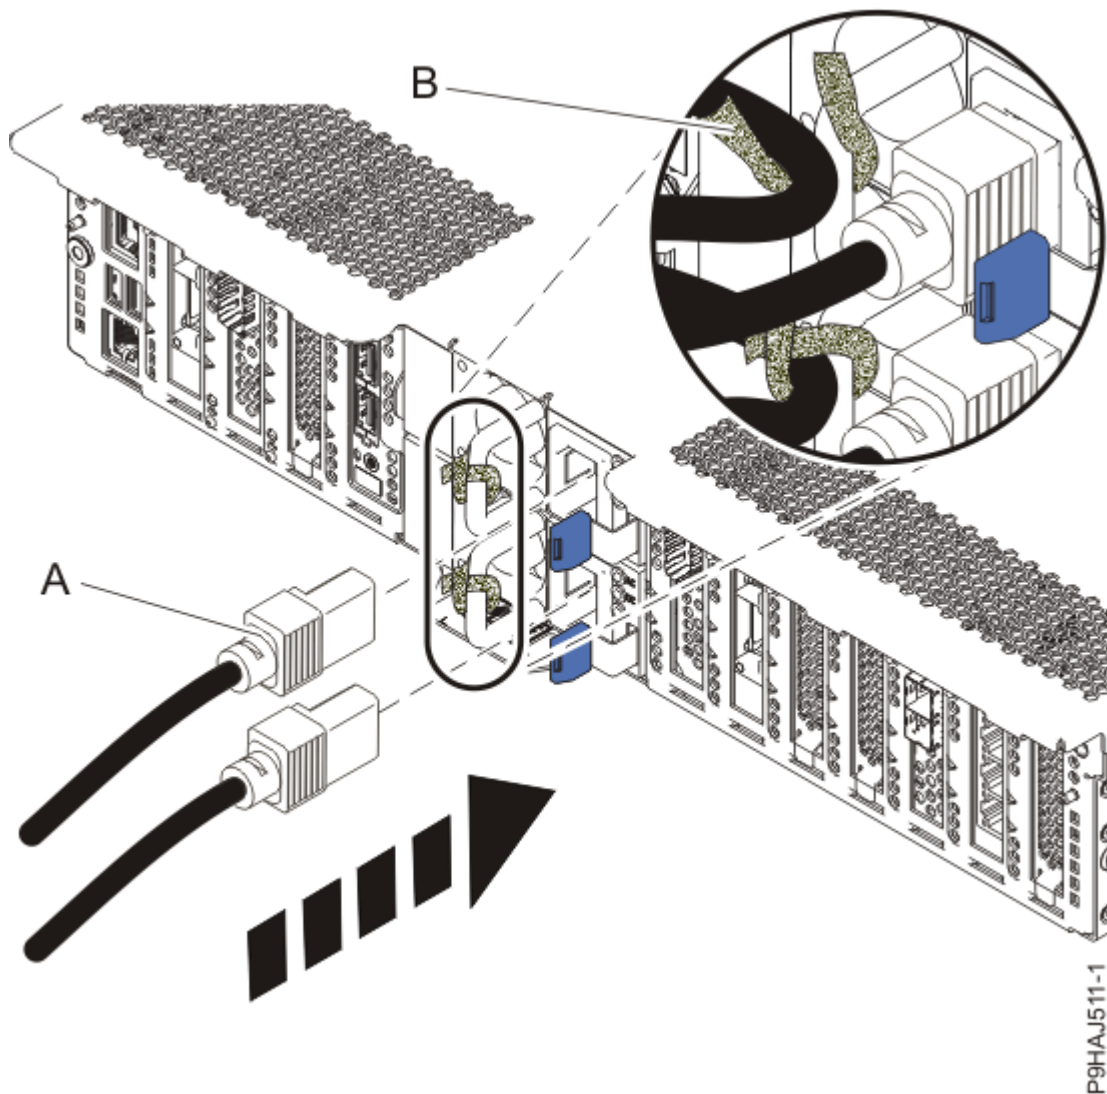

Abbildung 78. Netzkabel anschließen
5. Schließen Sie die Netzkabel **(A)** mithilfe Ihrer Beschriftungen wieder an die Systemeinheit an. Befestigen Sie die Netzkabel mit den Klettverschlüssen **(B)** am System (siehe Abbildung 78 auf Seite 94).